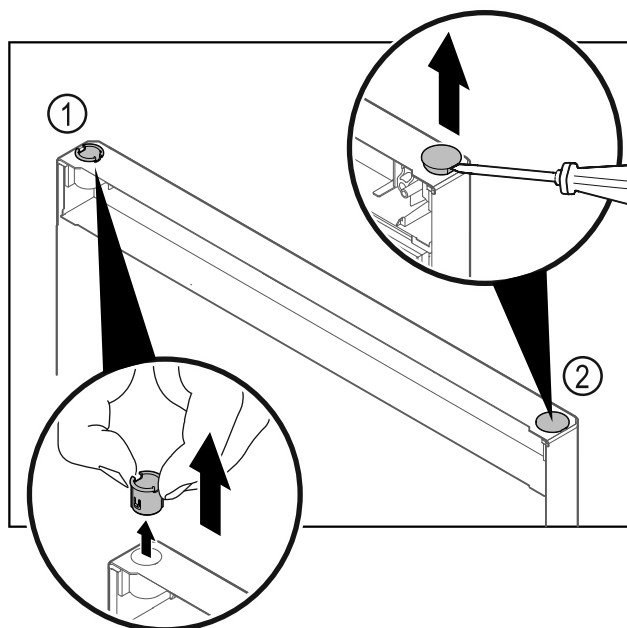

Fig. 24
- ▶ Wyjąć palcami tuleję zawiasu Fig. 24 (1).
- ▶ Zatyckę osłonki Fig. 24 (2) ostrożnie podważyć przy pomocy śrubokręta płaskiego i wyjąć.